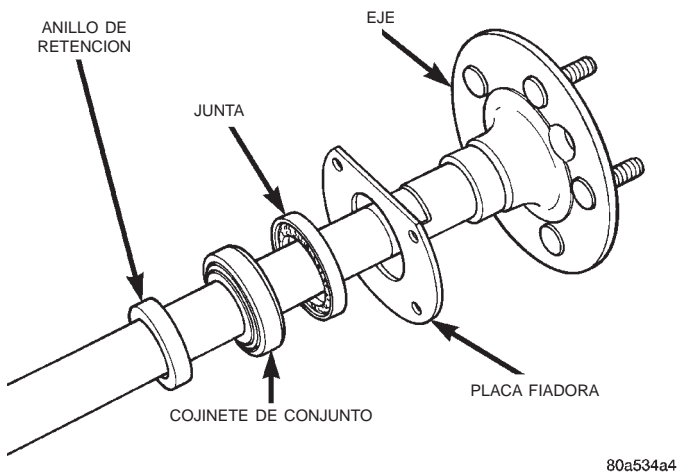

Fig. 28 Componentes del cojinete y junta del eje
(1) Con una regla de trazar adecuada, verifique la planeidad de la placa fiadora del semieje. Reemplácela si está doblada.
(2) Instale la placa fiadora en el eje (Fig. 28).
(3) Aplique una capa de grasa multiuso sobre la superficie de sellante de la junta del eje.
(4) Instale la junta en el eje con la cavidad alejada de la placa fiadora (Fig. 28).
(5) Lubrique el cojinete con grasa para cojinetes de rueda de Mopar®, Mopar® Wheel Bearing Grease, o equivalente. Limpie el exceso de grasa del exterior del cojinete.
(6) Deslice el cojinete por el semieje con la acanaladura de la superficie exterior mirando hacia la junta (Fig. 28).